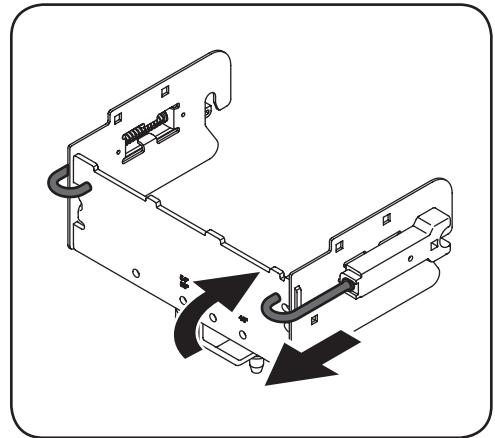

Figura 1-3
- Retire los ganchos y manténgalos abiertos torciéndolos ligeramente hacia dentro y dejándolos descansar sobre el dorso del soporte posterior. Vea la Figura 1-3.